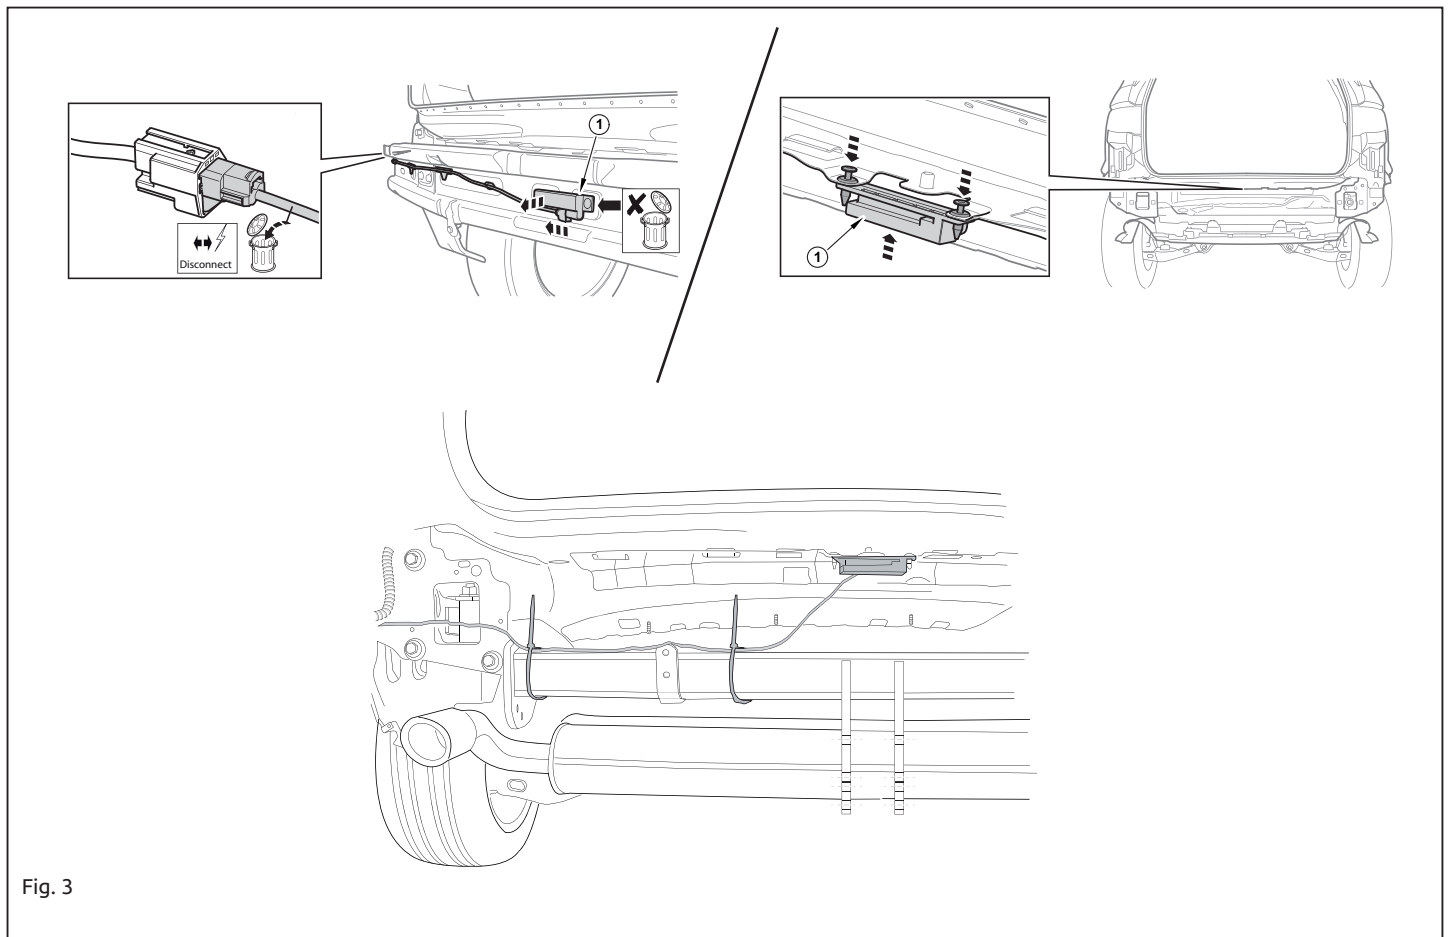

Fig. 3
10. Move the antenna if present. See figure 3.
10. Falls eine Antenne vorhanden ist, diese verlegen.Siehe Abbildung 3.
10. Le cas échéant, déplacer l'antenne. Voir la figure 3.